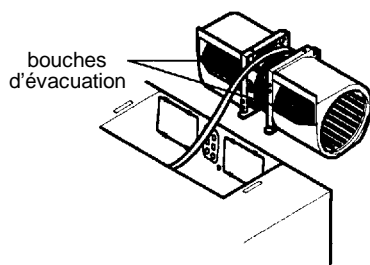

Figure 20
3. Faire tourner le ventilateur de 90°, de façon à ce que les bouches d'évacuation soient dirigées vers l'avant de l'armoire. Voir la figure 20.